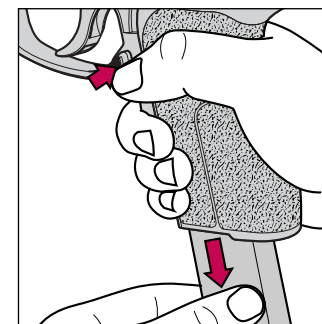

Fig. 2
3. Actionner l'arrêt de chargeur **24** et retirer le chargeur (Fig. 2).
2. Actionner l'arrêteur de chargeur **24** et retirer le chargeur (voir Fig. 2, page 9).